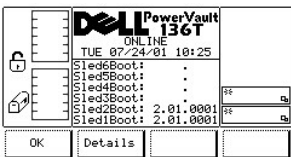

Figure 124. About > Dialogue Details (écran tertiaire)
- 1 Si la touche de fonction **Details** est enfoncée, le dialogue suivant s'affiche. Reportez-vous à la Figure 124.